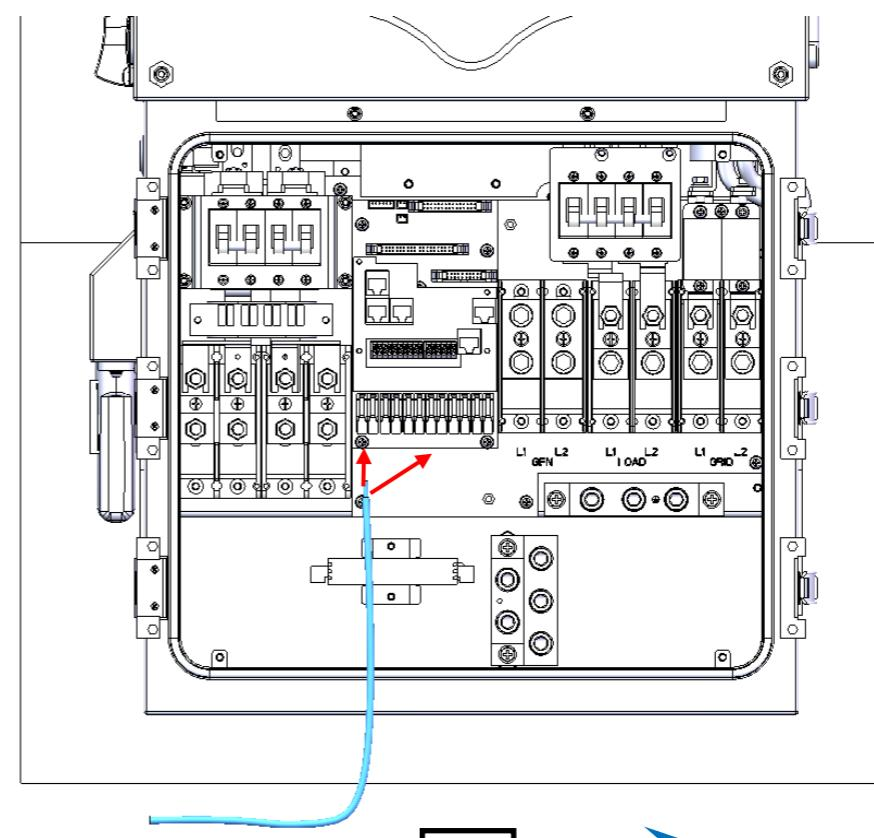

图1
- 2、光伏线起始端已与光伏板相连，终止端与逆变器的连接按图1所示；